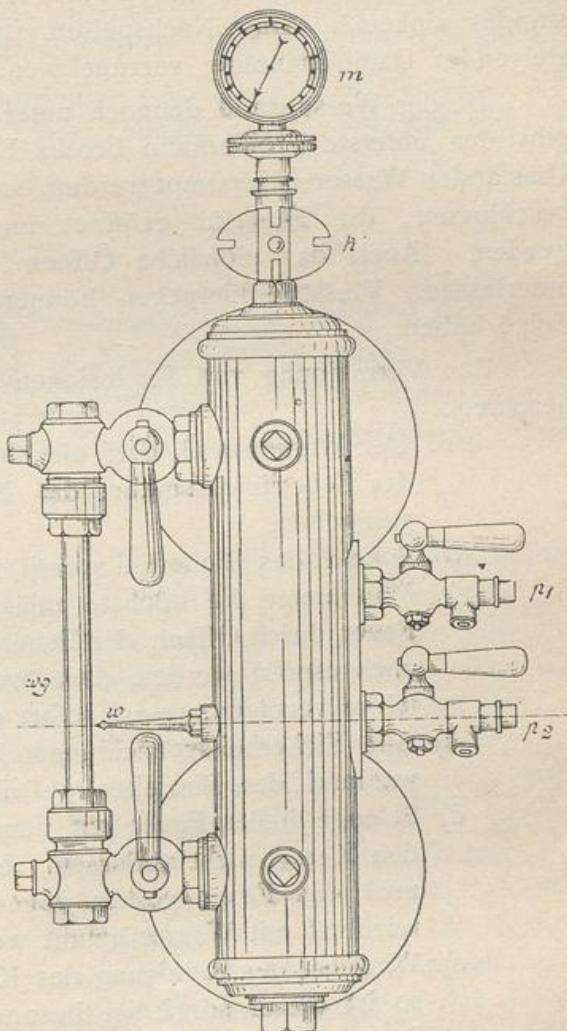

Abb. 149.
d) Zur Erkennung des Wasserstandes im Kessel dienen die Wasserstandsgläser (wg in Abb. 149), deren zwei an Schiffskesseln angebracht sein müssen, ferner zwei Probierhähne p_1 und p_2 , deren unterster in der Ebene des festgesetzten niedrigsten Wasserstandes w liegt. Letzterer muß an jedem Wasserstandsglase und an der Kesselwandung durch eine deutlich erkennbare Marke bezeichnet sein (siehe in Abb. 149).